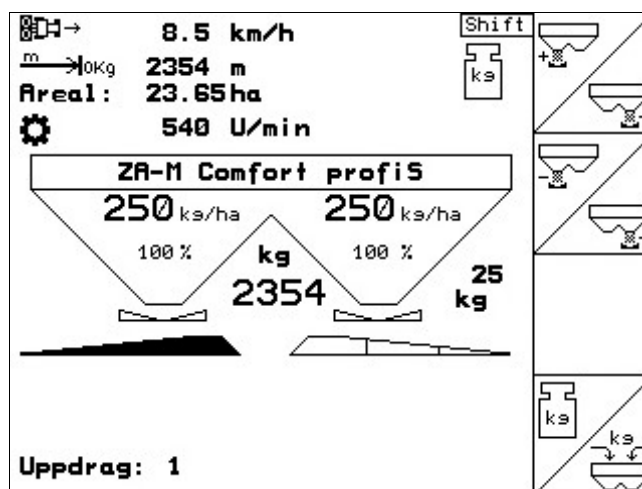

Fig. 6
- Under spridningsarbetet visas i **"Arbetsmenyn"** (Fig. 6) alla relevanta spridningsvärden. Under arbetet manövreras gödselspridaren via denna meny.